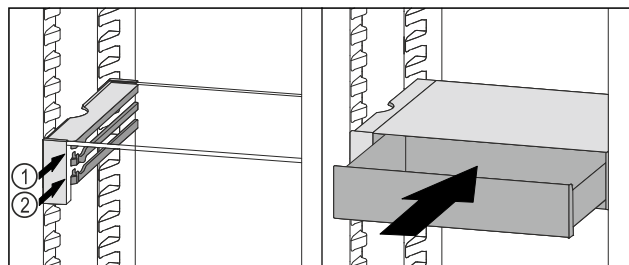

Fig. 103
- Zásuvku VarioSafe nasadíte za záložkami na požadovanom rebre Fig. 103 (1) alebo Fig. 103 (2).